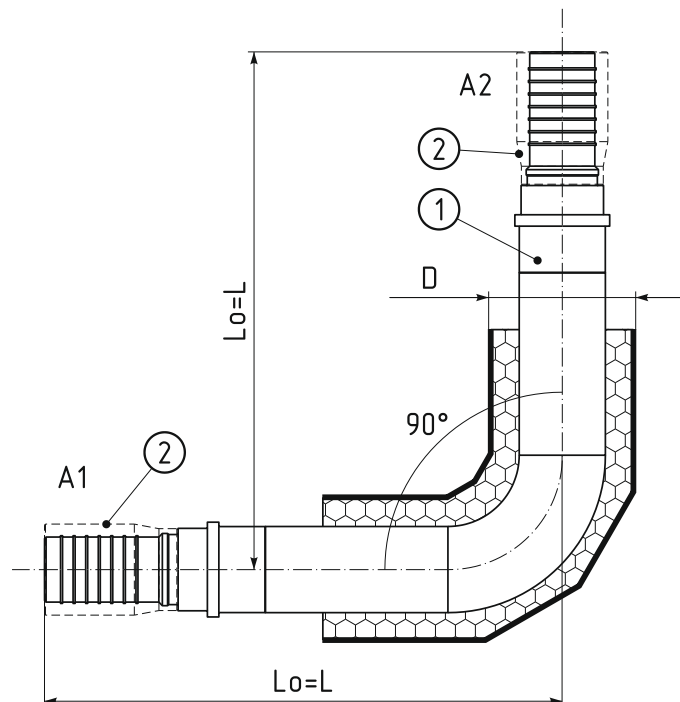

Рис. 2.6.2. Отвод 90гр ПОЛИМЕРТЕПЛО.PRO обж.
- отвод 90гр. ПОЛИМЕРТЕПЛО.PRO обж. (см. рис. 2.6.2) – для труб ИЗОПРОФЛЕКС-115А/1,6;